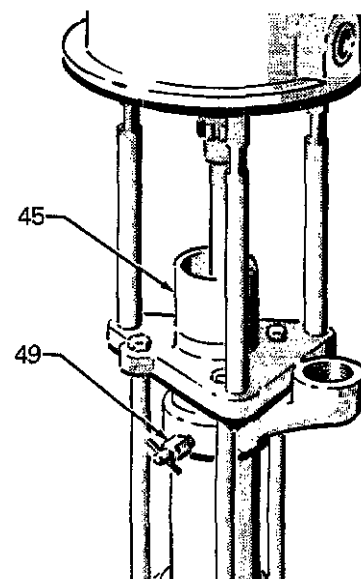

Fig 2
Mantenga llena hasta la mitad la copa prensaestopas/tuerca prensaestopas (45) con el Líquido de Obturación de Entrada Graco (TSL), para ayudar a evitar que el líquido que se está bombeando se seque sobre la barra de desplazamiento y dañe las guarniciones. Ver Fig. 2. No utilice TSL para aplicaciones alimentarias o sanitarias.